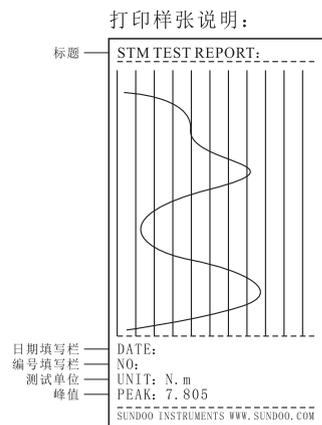

图8
- 1、当RS-232串口输出模式设置为Pr.1时, 为输出至微型打印机打印单次测试值曲线。按下“打印”键, 屏幕显示“Print”, 同步打印测试曲线, 打印样张(如图8)。